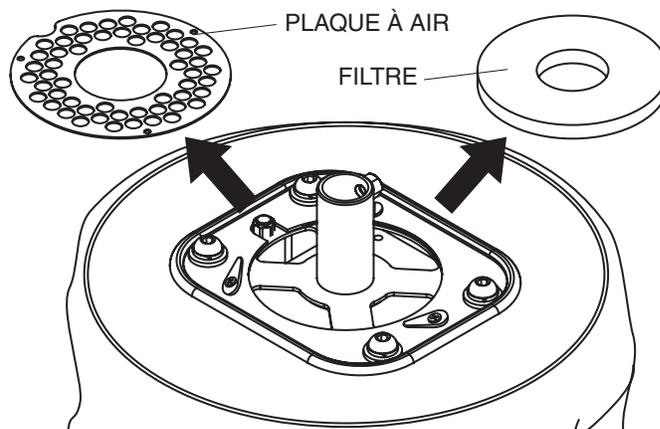

Figure 45. Retrait du filtre
4. Enlever la plaque à air et le filtre. Voir Figure 45.